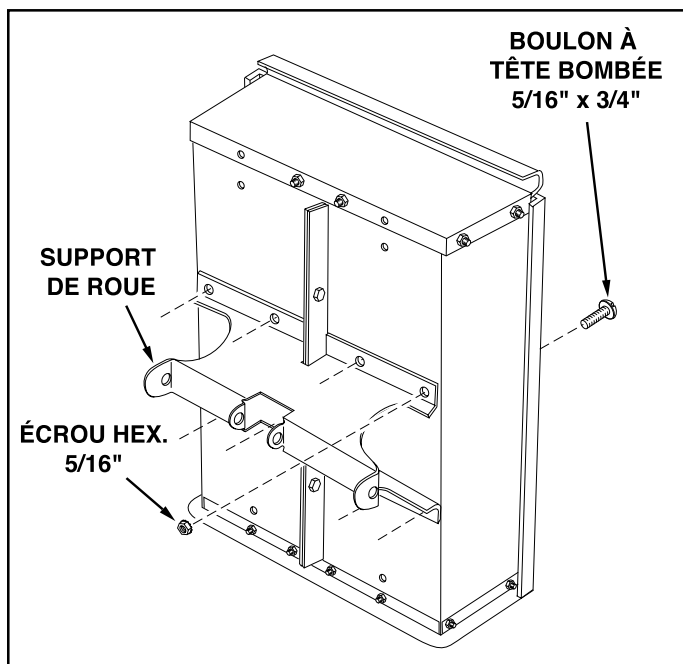

FIGURE 6
10. Assemblez le support de roue à la remorque en utilisant 8 boulons à tête bombée 5/16" x 3/4" et des écrous hex. de 5/16" comme montré dans la figure 6. Les têtes de boulons vont à l'intérieur de la remorque. **Serrez.**